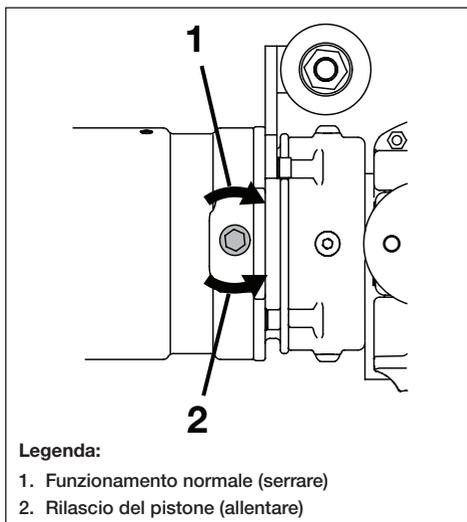

Figura 9, Vite di rilascio del pistone
Prima di utilizzare il tagliabarre, verificare che la vite di rilascio del pistone sia completamente ruotata in senso orario e serrata in modo sicuro. Utilizzare una chiave a brugola da 8 mm. Vedere la Figura 9.
3. Verificare che le vite di rilascio del pistone sia completamente ruotata in senso orario. Vedere la Figura 9.